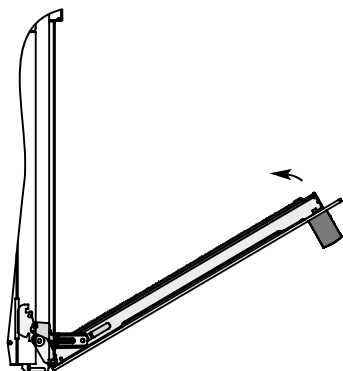

рис. 17
3. Прикрыть дверцу до упора, не прикладывая усилия, пока фиксатор не зафиксирует шарнир, см. рис. 17;